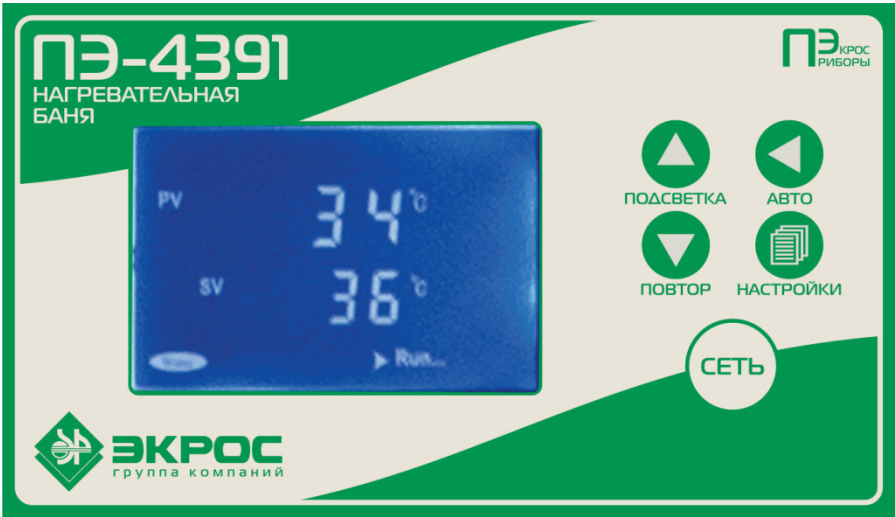

Рисунок 9
10.2. Нагревательная баня, модель ПЭ-4391 (Рисунок 9).